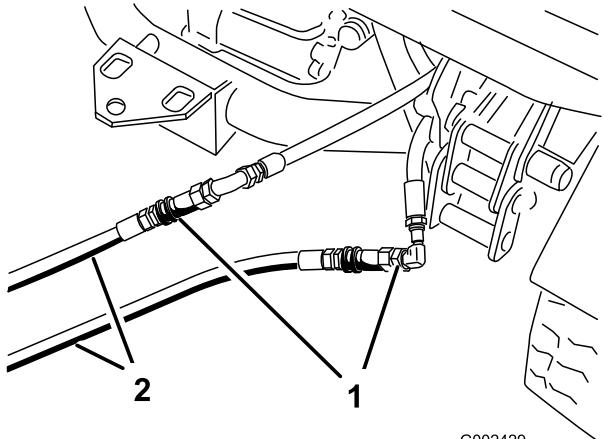

Bild 79
- Schließen Sie am kaputten Fahrzeug die beiden Anlasserschläuche an die Schläuche an, die abgeschlossen wurden (Bild 79). Verschließen Sie nicht verwendete Anschlüsse.